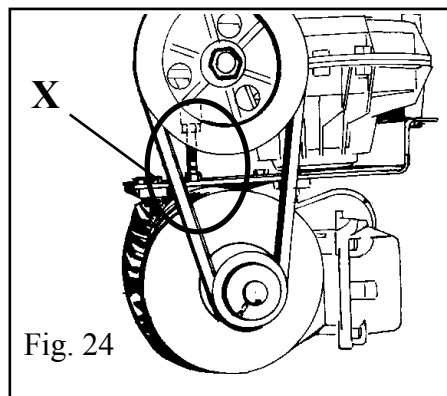

Fig. 24
- Tirare la cinghia del motore agendo sull'apposito registro X sul supporto motore (fig.24).
•Tighten the drive belt by means of the special adjusting screw X on the motor support (Fig. 24).
•Tirer la courroie du moteur en agissant sur le tendeur X sur le support du moteur (fig. 24).
-Motorriemen mittels Regler X an der Motorhalterung ziehen (Abb. 24).
Cinghia allentata Regolare tensione cinghia (Cap. 11 - fig. 24)
Belt loose Adjust belt tension (Chap. 11 fig. 24)
Courroie détendue Régler la tension de la courroie (chap. 11- fig.24)
Riemen hat sich gelockert Riemenspannung einstellen (Kap. 11 - Abb. 24)